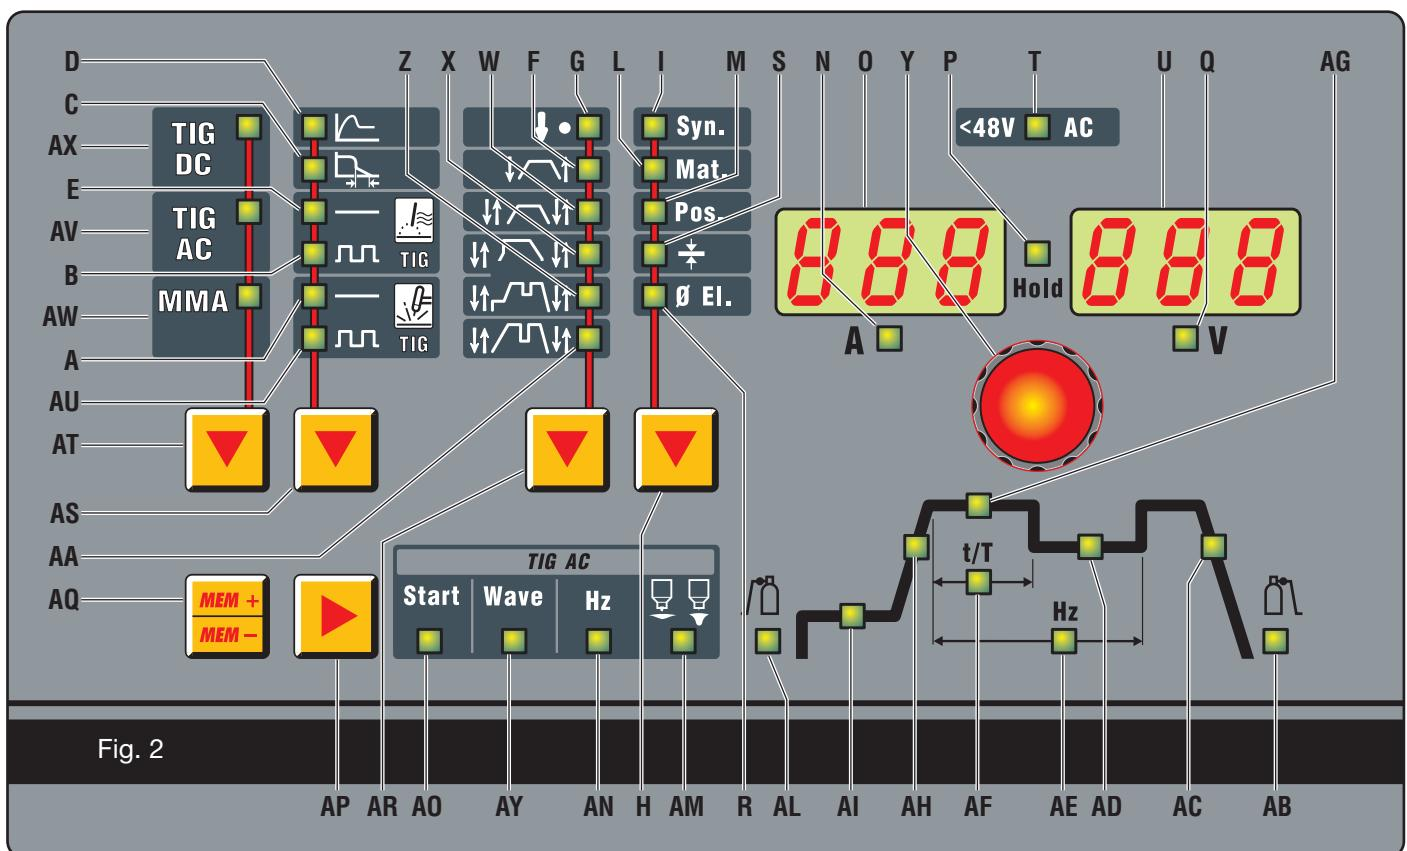

Fig. 2
3.3 DESCRIPTION DU PANNEAU (Fig.2).